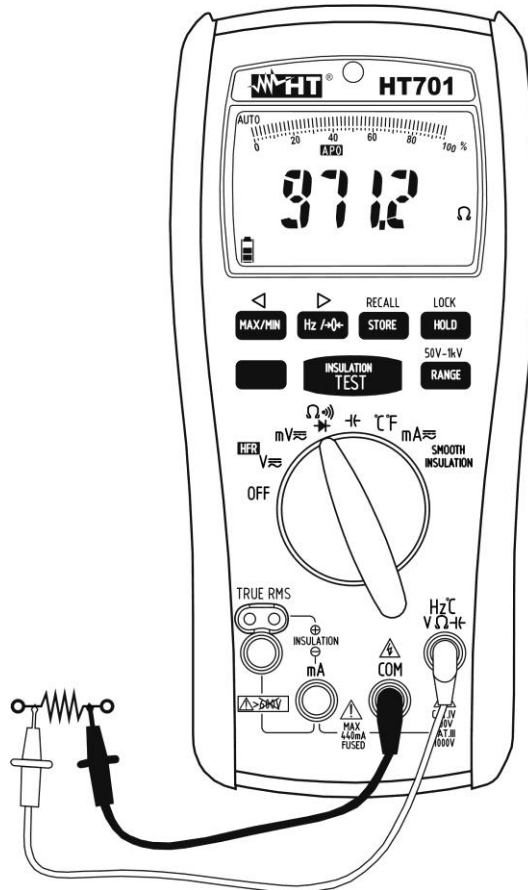

Fig. 6: Uso del instrumento para medida de Resistencia y Test de Continuidad
3. Inserte el cable rojo en el terminal de entrada **H ζ °CV Ω ⌚** y el cable negro en el terminal de entrada **COM** (vea Fig. 6)